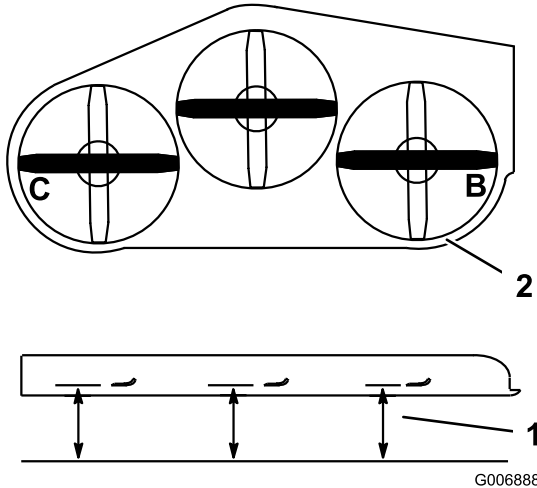

Figura 74
- Meça nas localizações **B** e **C** desde uma superfície nivelada até à aresta de corte das pontas das lâminas (**Figura 74**).